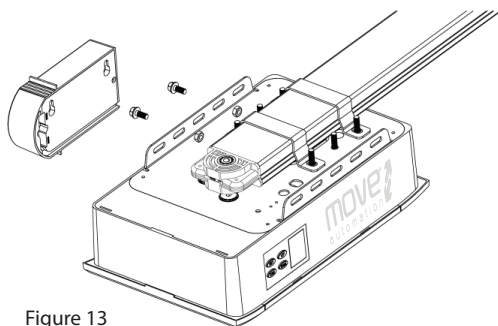

Figure 13
Étape 1 (Fig.13)
Insérez les vis fournies comme indiqué sur la Fig13.